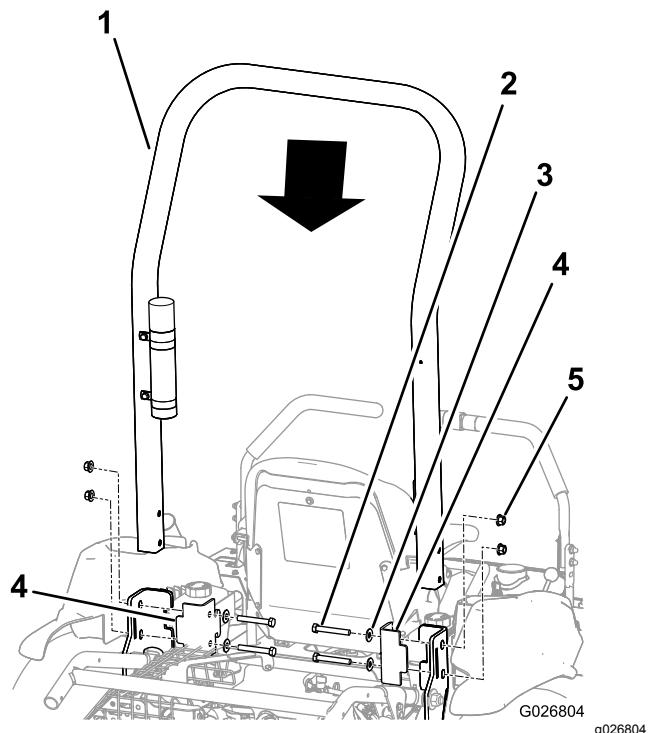

Figura 6
2. Coloque la barra antivuelco en la máquina según se muestra en Figura 6.